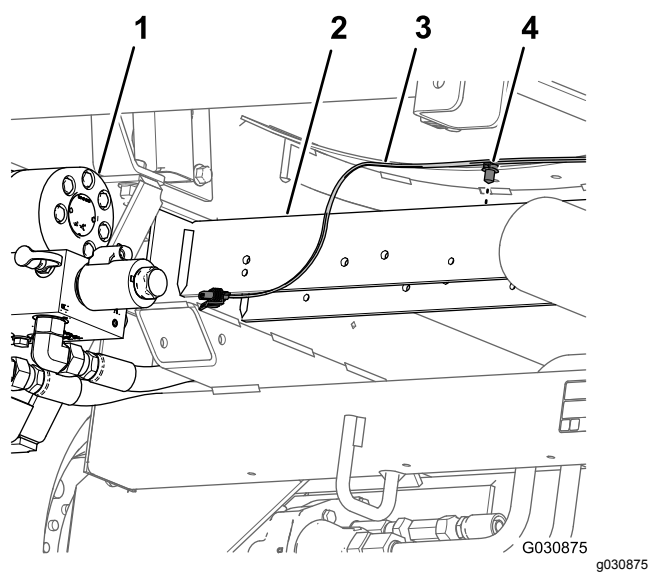

Figura 59
6. Retire la grapa que sujeta el arnés de cables trasero (Figura 59) a los orificios del tubo